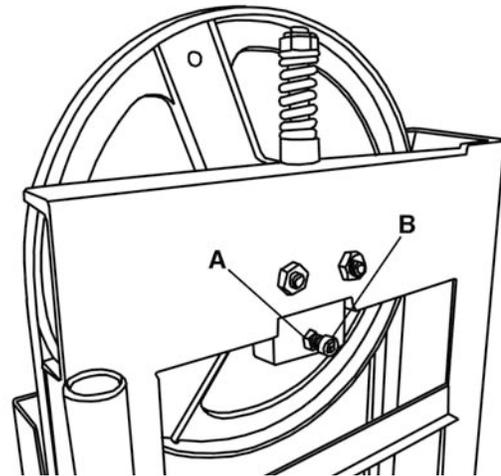

FIGURE 19
On doit correctement centrer la lame sur les roues, retirez le couvercle de la lame supérieur. Le pistage de la lame est réglé par la position du boulon à tête cylindrique (B) Fig.19 et l'écrou (A).